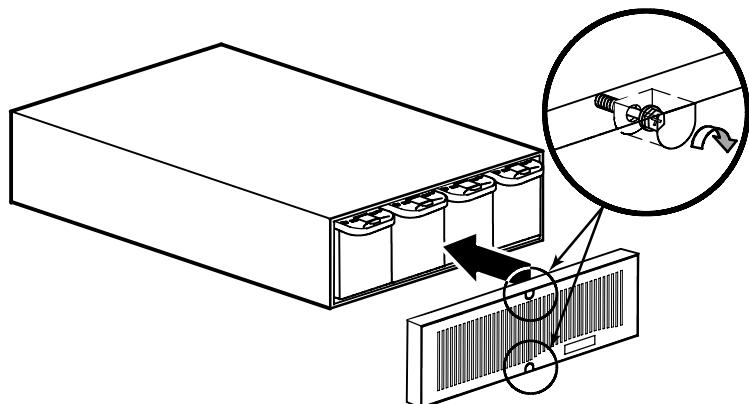

Рисунок 13. Установка передней крышки ЕВМ
- 4.** Установите переднюю крышку дополнительного батарейного модуля и затяните два винта передней крышки (см. рис. 13).